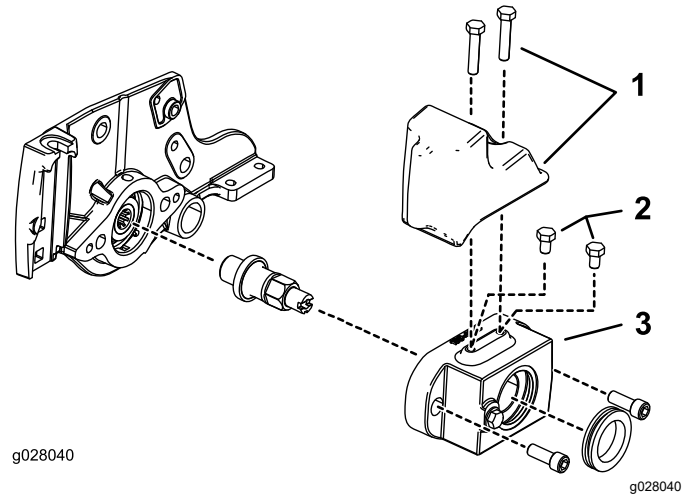

Figure 5
- Moteurs de cylindre hydraulique de 13 cm : placez 2 boulons (5/16"-18 x $\frac{1}{2}$ ") en haut du carter de brosse de rouleau (Figure 5).
- Moteurs de cylindre électrique de 13 cm : montez le kit masse d'extrémité en haut du carter de brosse de rouleau à l'aide de 2 boulons (5/16"-18 x $\frac{1}{2}$ ") ; voir Figure 5.